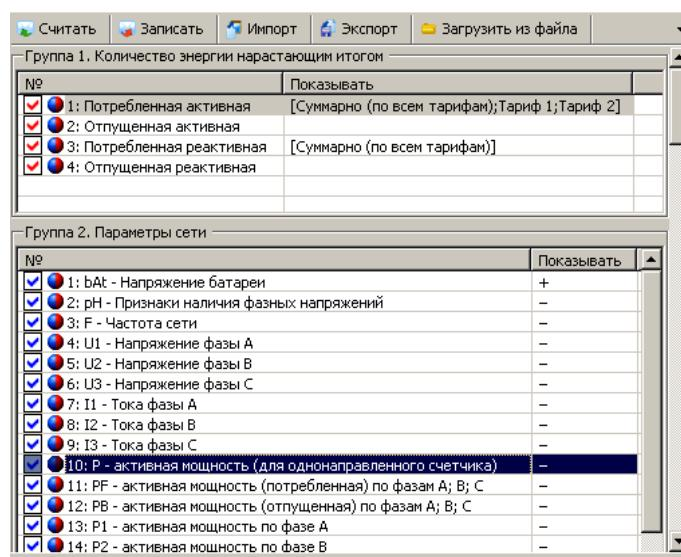

Рисунок 91 – Окно раздела «Конфигурация» → «Выход на ЖКИ»
- перейти в раздел «Конфигурация» → «Выход на ЖКИ» и составить списки индицируемых на ЖКИ параметров (*LIST1-LIST6*). Списки параметров *LIST1-LIST6* позволяют выбрать для просмотра параметры соответственно из шести первых групп. Для групп 1, 4 и 6 выбираются индицируемые значения для каждого направления учета, для остальных указывается показывать («+») или не показывать («-») конкретные кадры (рисунок 91).
ния для каждого направления учета, для остальных указывается показывать («+») или не показывать («-») конкретные кадры (рисунок 91).